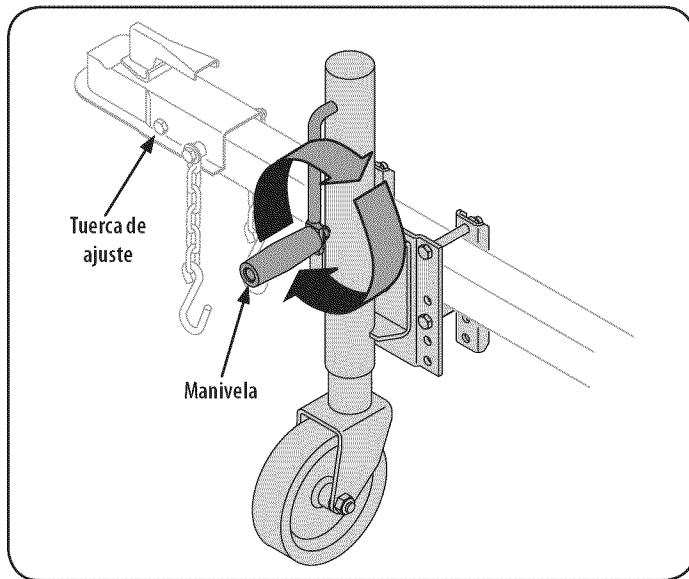

Figura 18
2. Eleve el gato ajustable girando el arranque en sentido de las agujas del reloj. Vea la Figura 18.